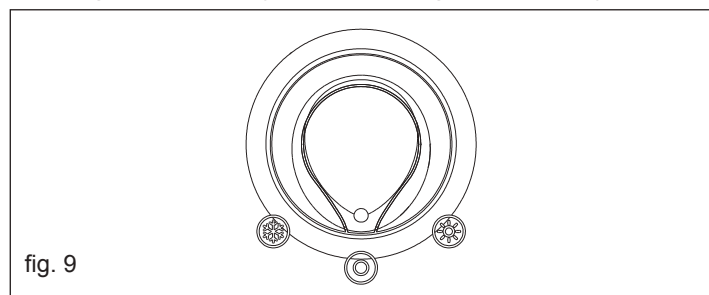

fig. 9
- aduceți selectorul de funcție pe ☉ (oprit/deblocare) (fig. 9)